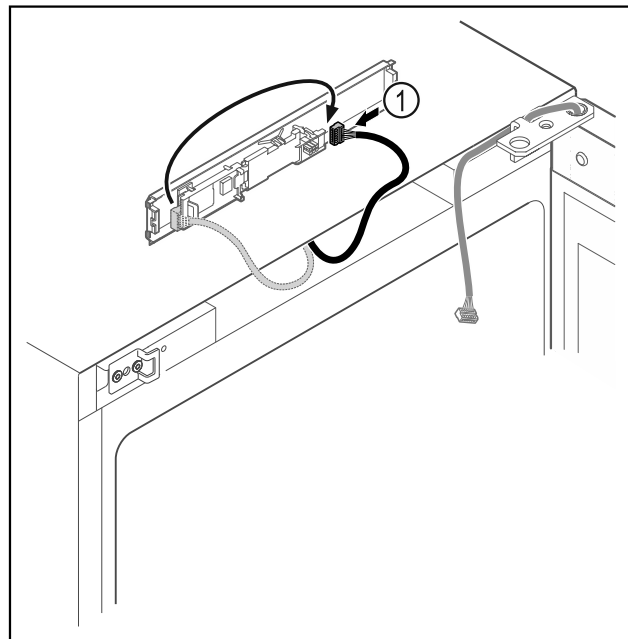

Fig. 17
- ▶ Schimbați poziția de introducere a fișei Fig. 17 (1) la placa electronică.